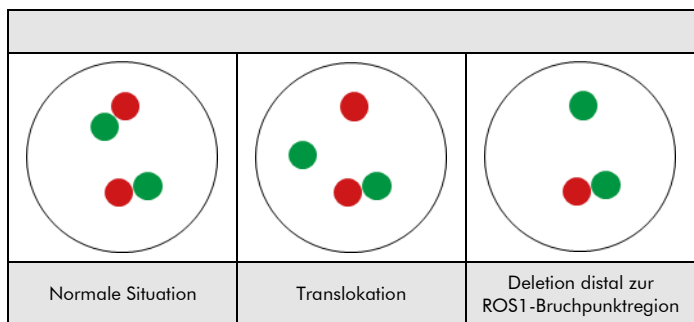

Abb. 2: Zu erwartende Ergebnisse in normalen und aberranten Zellkernen
**Normale Situation:** In Interphasen von normalen Zellen oder Zellen ohne eine Translokation der ROS1-Genregion erscheinen zwei grün/rote Fusionssignale (siehe Abb. 2).
**Aberrante Situation:** Eine von einer Translokation betroffene ROS1-Genregion wird durch ein separates grünes eindeutig punktförmiges Signal und ein separates rotes eindeutig punktförmiges Signal gekennzeichnet. Einzelne grüne Signale sind das Ergebnis von Deletionen distal zur ROS1-Bruchpunktregion oder entstehen aufgrund von unbalancierten Translokationen dieser chromosomalen Region (siehe Abb. 2).